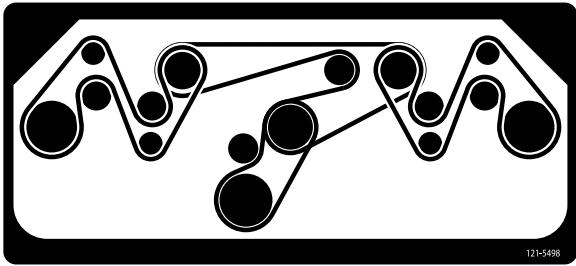

Bild 24
4. Führen Sie den neuen Riemen um die Riemenscheiben und die Spannscheiben, siehe Bild 24.